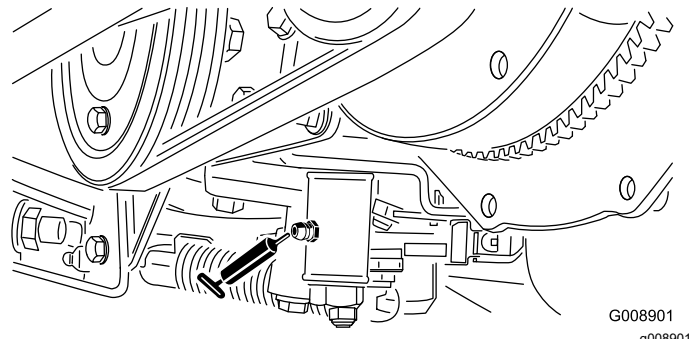

Bild 63
- LeerlaufEinstellung (Bild 63)